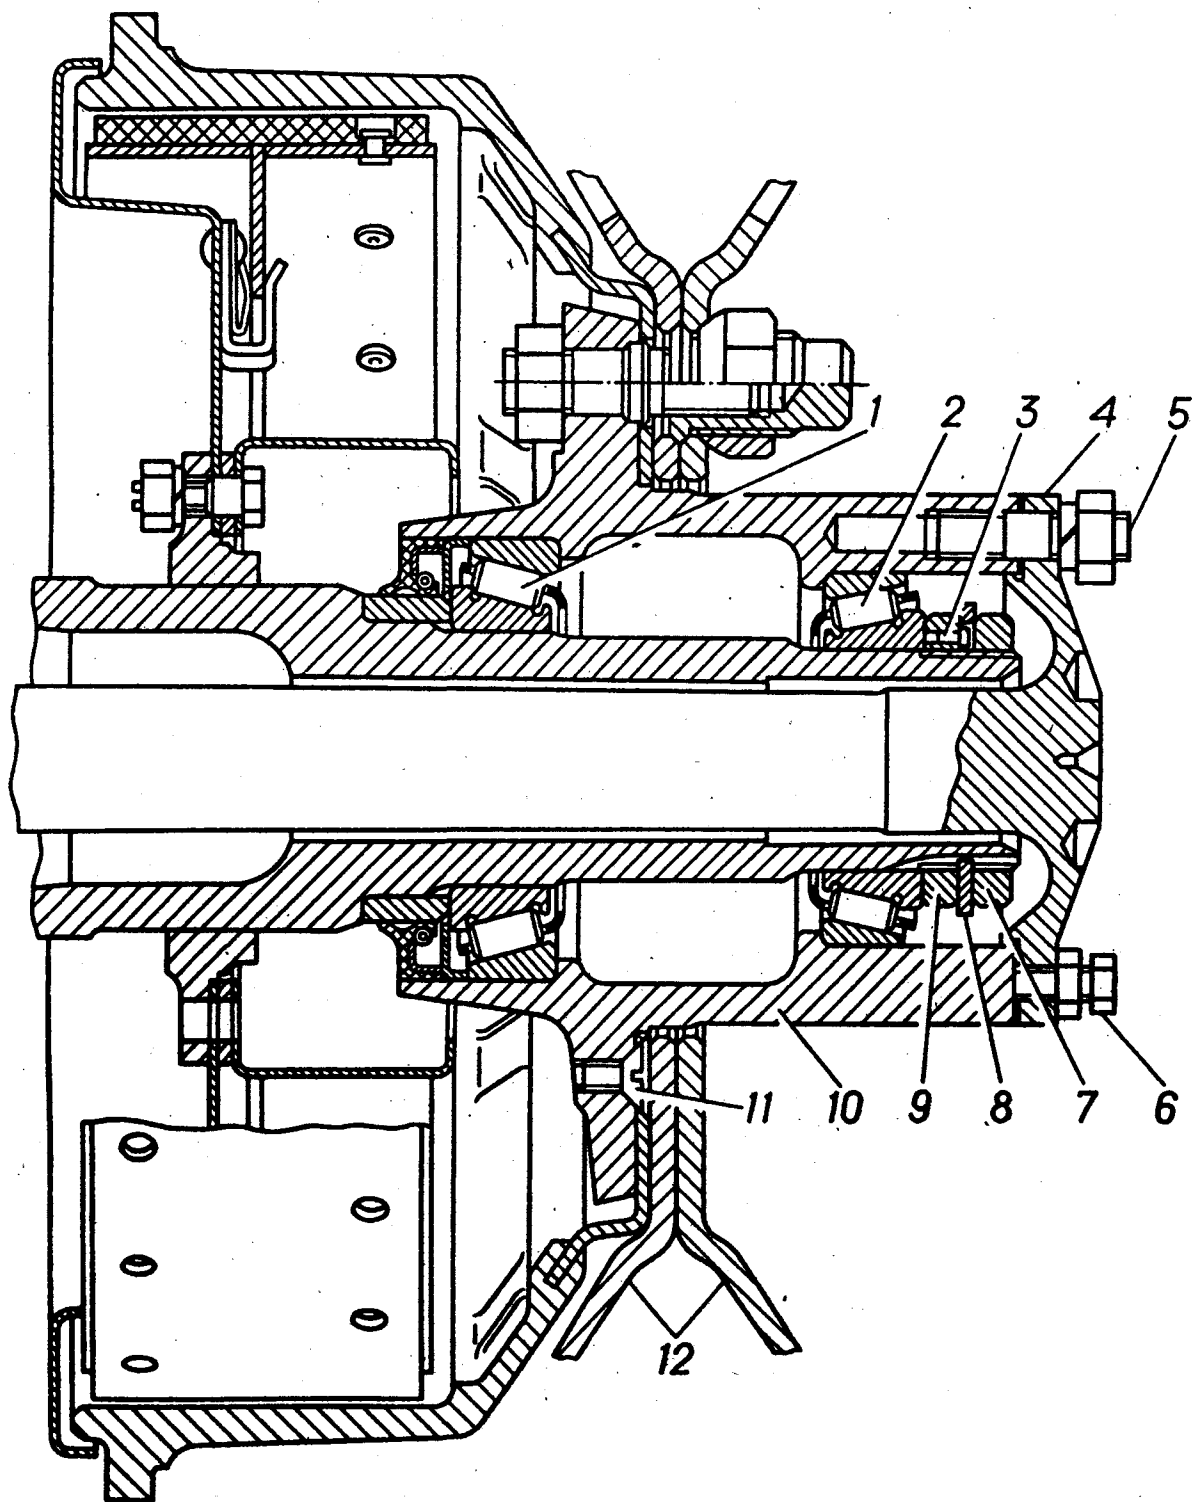

Рис. 78. Ступица заднего колеса:
1. Поднять домкратом задний мост так, чтобы шины не касались пола. Вынуть полуось 4 (рис. 78), отвернуть контргайку 7, снять стопорную шайбу 8 и, ослабив гайку 9 крепления подшипников на 1/3-1/2 оборота, проверить, свободно ли вращается колесо.